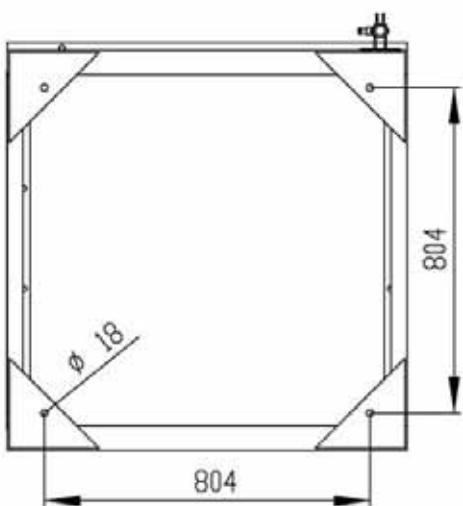
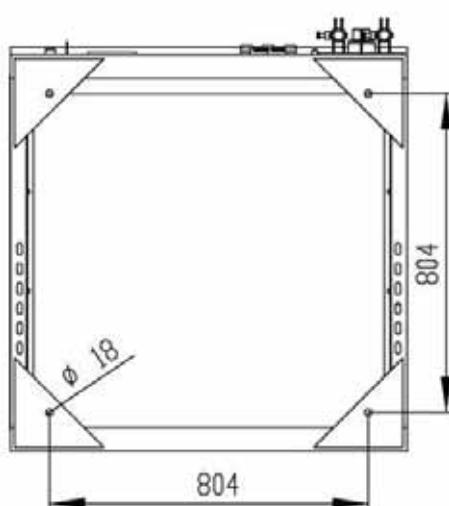

Рис. 3. КСО 366А
Рис. 4. КСО 366А-В
■ УСТАНОВОЧНЫЕ РАЗМЕРЫ КСО 366А (рис.3) и КСО 366А-В (рис.4).